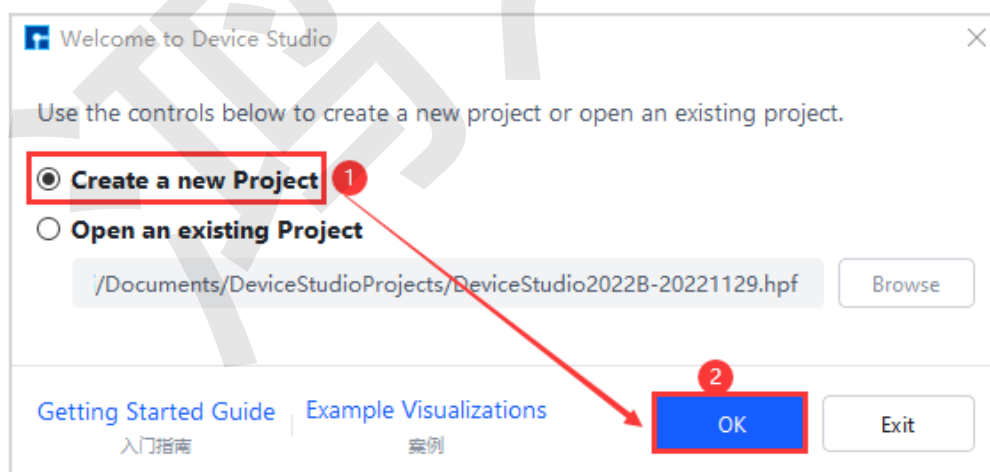
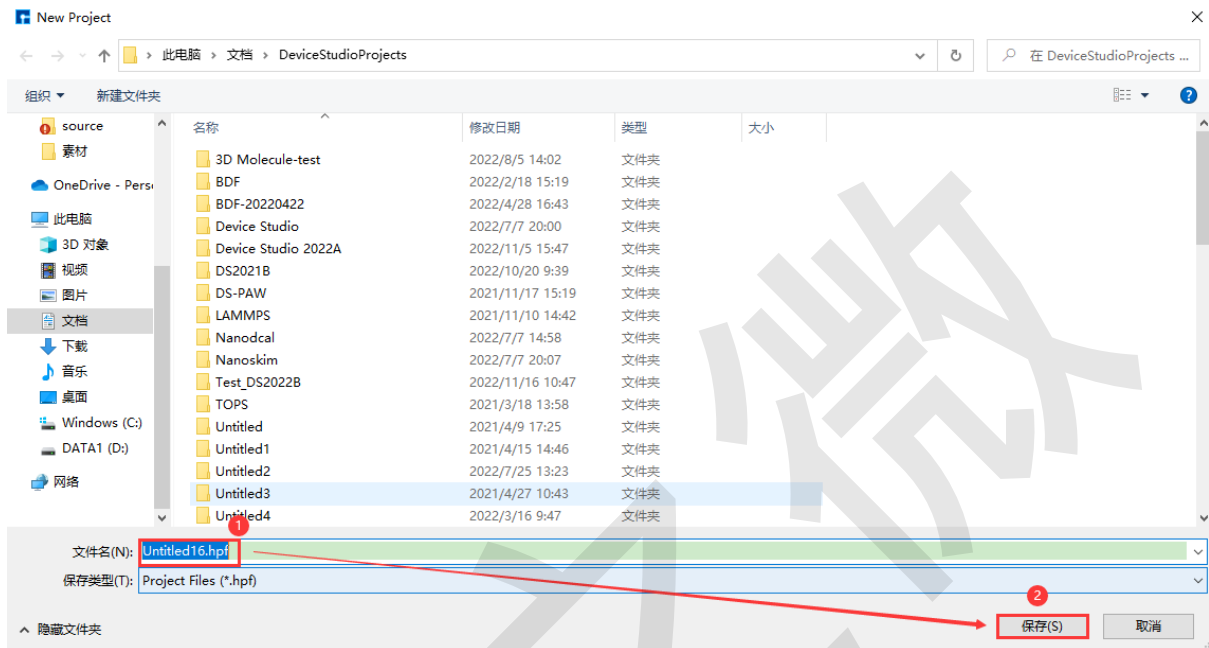
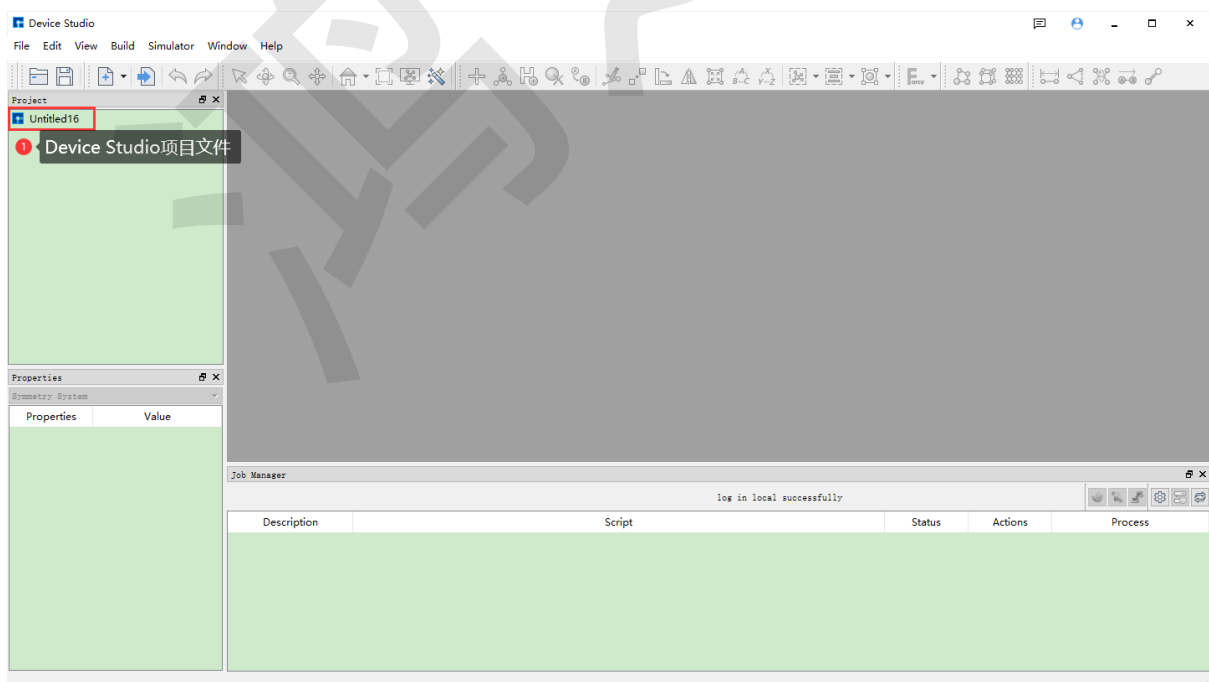
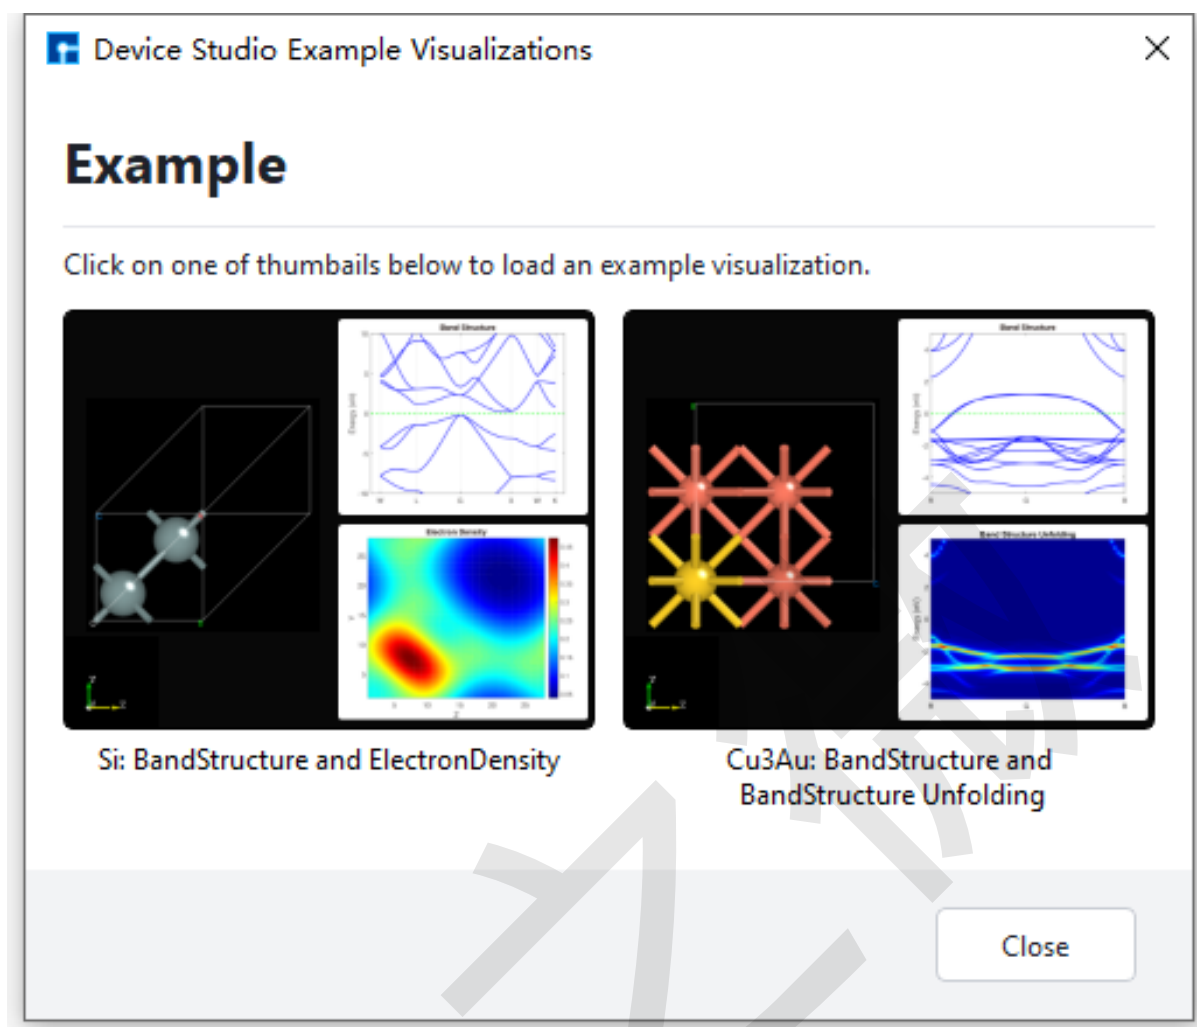

图 3.2: 创建项目
图 3.3: 给项目命名
图 3.4: 创建好项目的 Device Studio 界面
图 3.5: Device Studio Example Visualizations 界面
- 登录并启动 *Device Studio* → 图 3.2 创建项目，点击 图 3.2 中 *Getting Started Guide* 即可查看到 Device Studio 的快速入门指南。
- 登录并启动 *Device Studio* → 图 3.4 创建好项目的 *Device Studio* 界面，点击界面中 *Help* → *Getting Started With Device Studio* 即可查看到 Device Studio 的快速入门指南。
登录并启动 Device Studio 后，则可创建 Device Studio 项目，创建项目的操作如 图 3.2 、图 3.3 、图 3.4 所示。
- 点击图 3.2 中 *Getting Started Guide* 则链接到 Device Studio 使用教程的快速入门指南。
- 点击图 3.2 中 *Example Visualizations*，则弹出 Device Studio Example Visualizations 界面如图 3.5 所示，用户可根据需要选择案例了解情况。